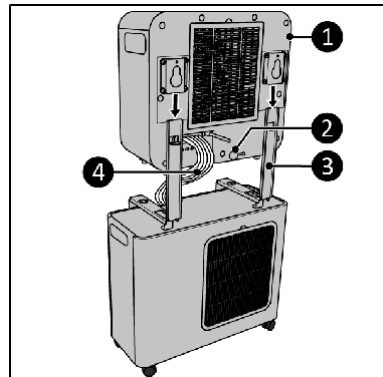

Figura 10
3. Posicionar seguidamente a unidade interior (figura 10, n.º 1) nos suportes de parede (figura 10, n.º 3).
4. Ligar o tubo de refrigerante (figura 10, n.º 4) entre a unidade interior e a unidade exterior, tendo o cuidado de manter um raio de curvatura de, pelo menos, 30 mm.
5. Retirar o tampão obturador da saída de água (figura 10, n.º 2).